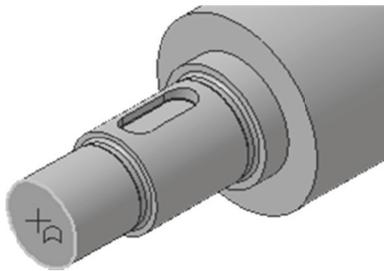

Рис. 7.26
- Укажите плоскую грань на торце детали (рис. 7.26).